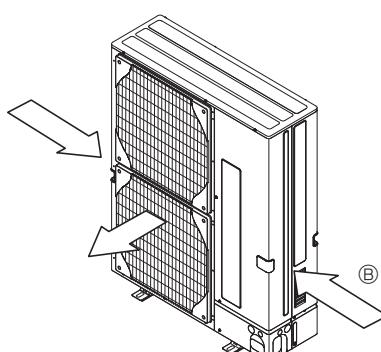

Fig. 2-5
- Cihazın konumunu, mümkünse, hava çıkışından gelen havanın, mevsimsel rüzgârlarının yönüne dik gelmesini sağlayacak şekilde seçin. (Fig. 2-5)